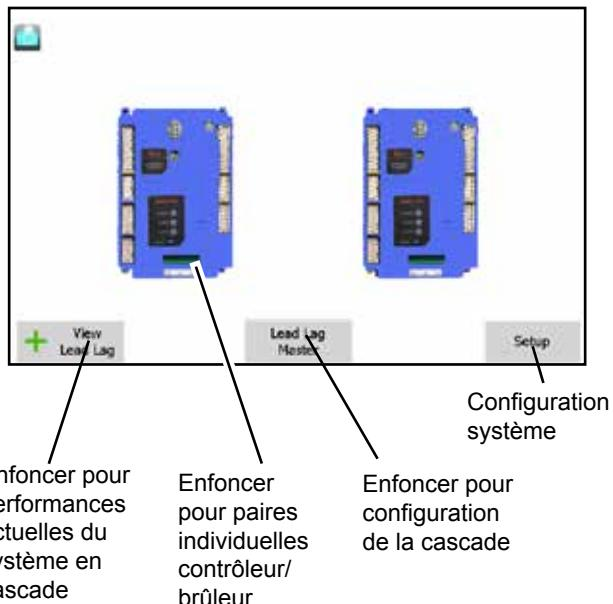

Figure 24. Accès aux fonctions de cascade et individuelles
- **Sur l'écran tactile, depuis l'écran d'accueil, accéder à toutes les fonctions de la cascade en appuyant sur le bouton « View Lead Lag » (Afficher la cascade). Figure 24.**